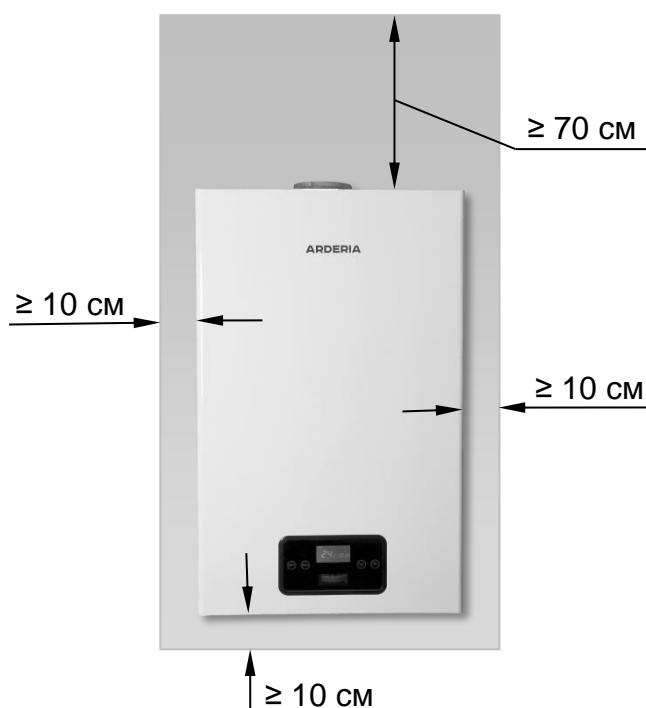

Рис. 10
- При монтаже котла на стену из трудносгораемых и сгораемых (слабогорючих и горючих) материалов, стена **должна быть** изолированы несгораемыми материалами (например: кровельной сталью по листу асбеста толщиной не менее 3 мм. или известковой штукатуркой толщиной не менее 10 мм) или экранами заводского изготовления. Указанное покрытие **должно выступать** за габариты корпуса котла не менее, чем на 10 см. и на 70 см. сверху (См. Рис. 10). При невозможности выдержать расстояние в 70 см. сверху, а так же при монтаже горизонтальной системы дымоудаления, **допускается** уменьшить его в одноквартирных жилых домах до 50 см., в квартирах многоквартирных домов до 10 см.